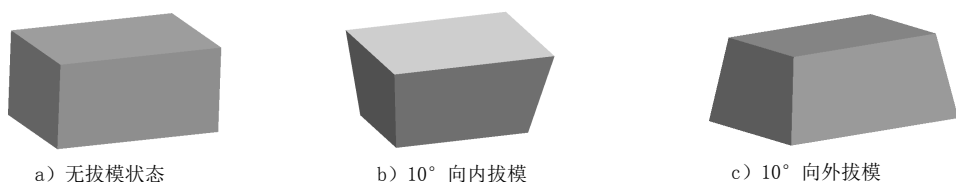

图 5.1.17 拉伸时的拔模操作
☒ 向外拔模(O) 复选框决定, 如图 5.1.17 所示即为拉伸时的拔模操作。